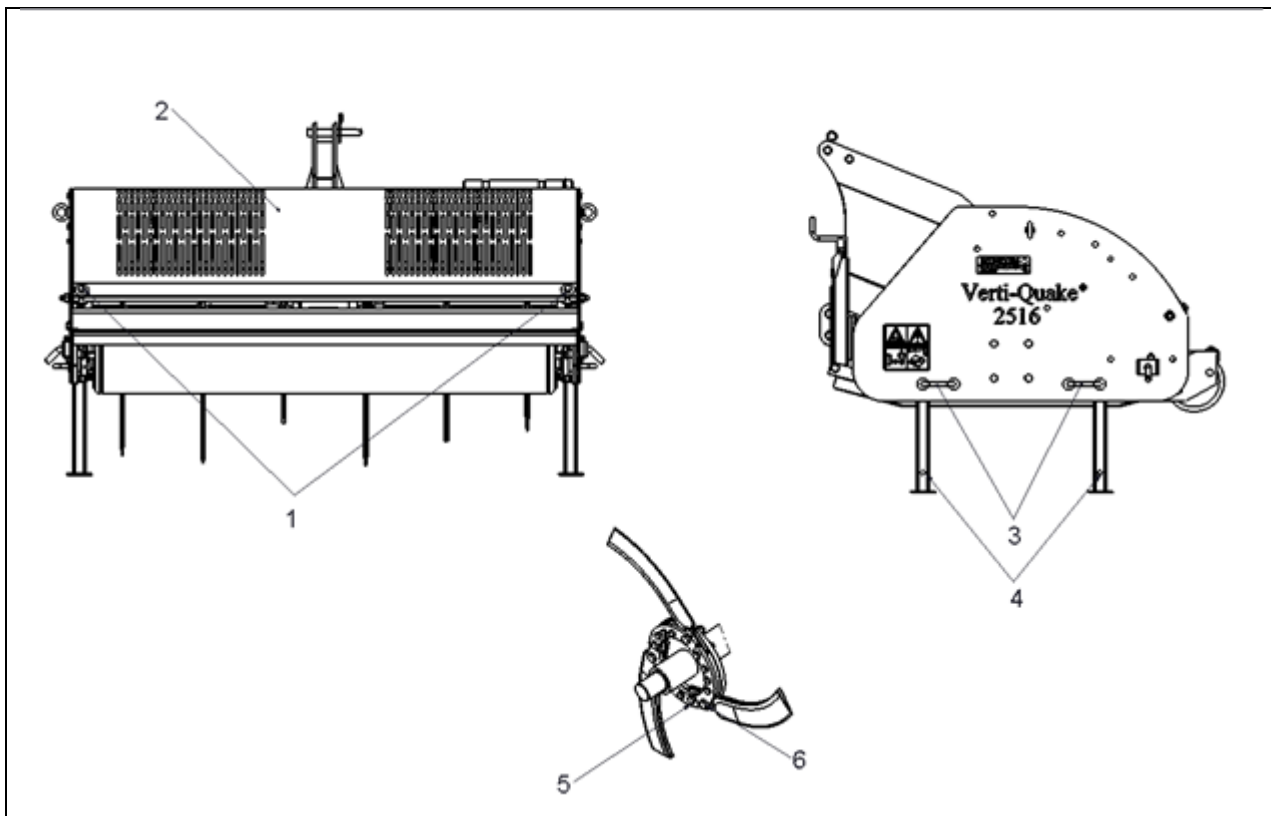

Fig. 8
1. Ouvrir un panneau d'accès (2) pour résoudre les boulons (1) et de la trappe d'accès pour exécuter. (fig. 8)
12. Fermer le panneau d'accès (2) et certainement cela au moyen de boulons (1) faire pivoter. (fig. 8)